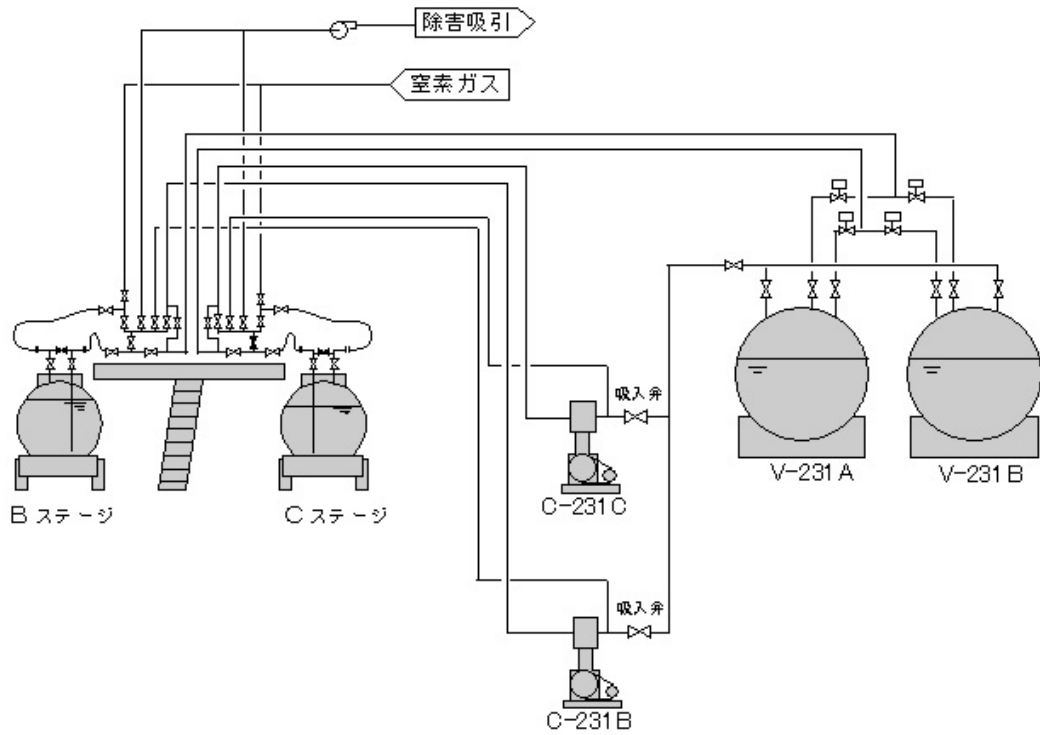
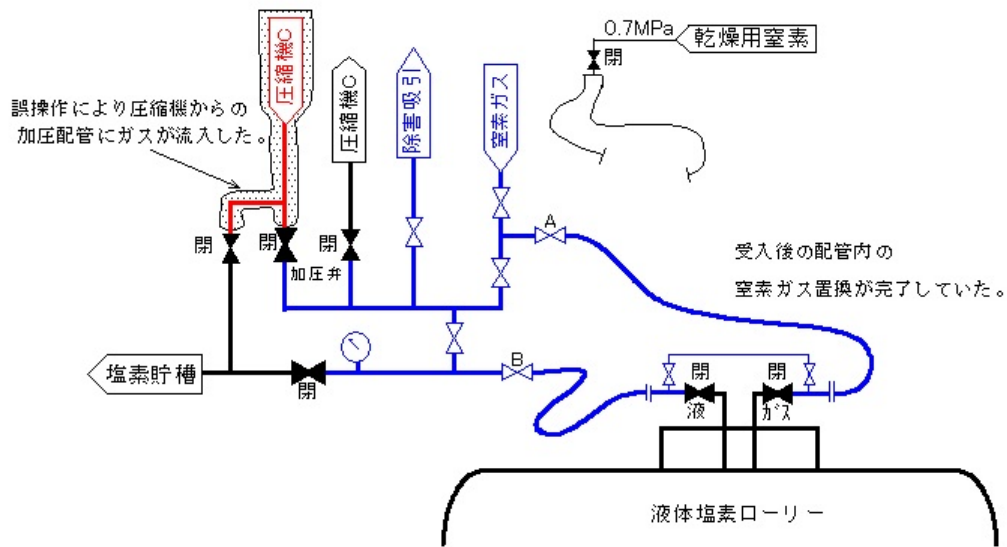
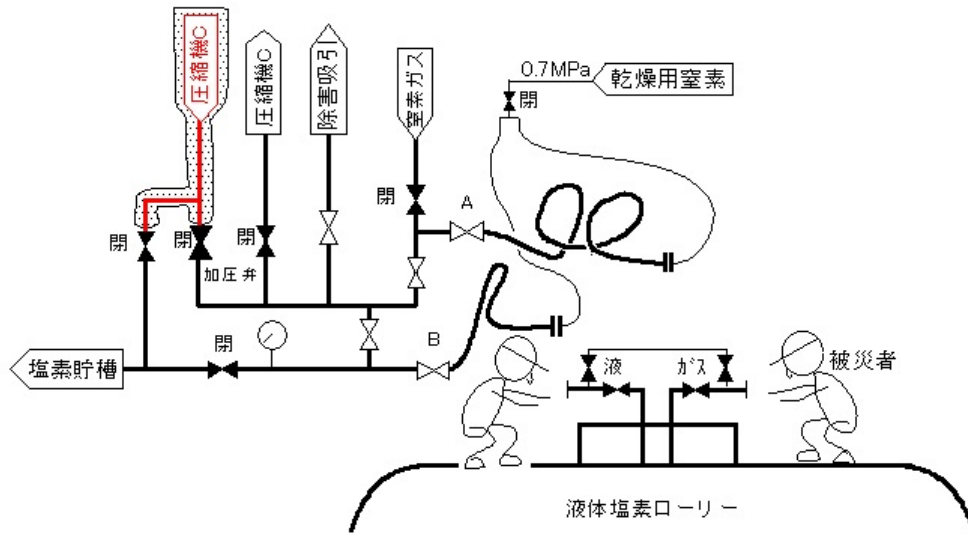
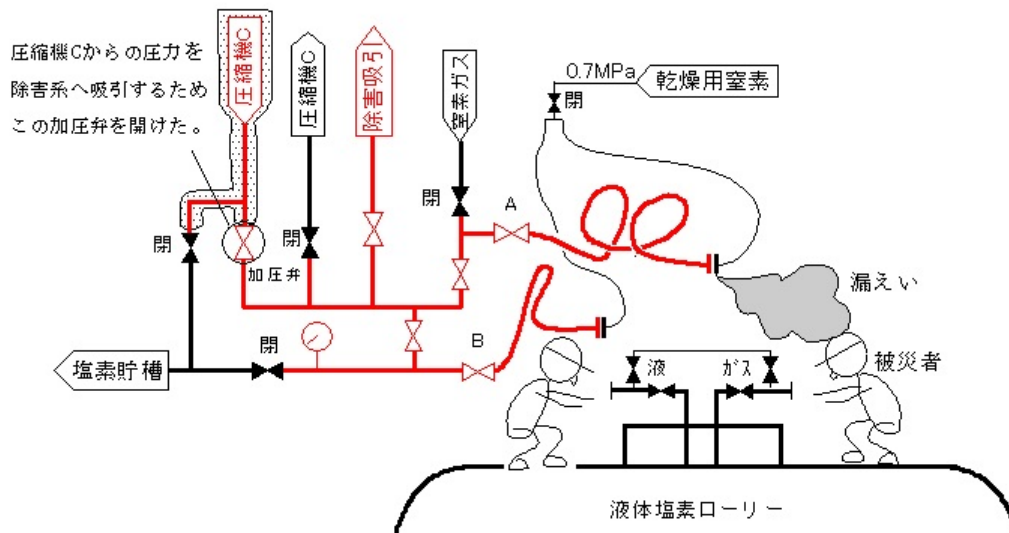

図 1 塩素ローリー受入設備の概要
図 2 圧縮機 C への塩素ガス流入状況(C ステージ)
図3 受入れ導管取り外し後の状況(Cステージ)
図4 漏えい、被災時の状況(Cステージ)
<p>事故の概要</p> <p>当該事業所には液化塩素ローリー受入設備が2箇所(Bステージ、Cステージ)あり、交互に受入れを行っている。Bステージ及びCステージには、それぞれ圧縮機B及び圧縮機Cが接続されている。(図1)</p> <p>事故当日はBステージの受入れを開始するために従業員が圧縮機Bの吸入弁を開ける際、誤って受入れが終了しているCステージ用の圧縮機Cの吸入弁を開けてしまい、圧縮機Cと配管に0.2MPaの塩素ガスが流入した。</p> <p>流入した塩素ガスを除害系へ抜く際、ガス側導管フランジ部より塩素ガスが漏えいし、付近で作業していた輸送会社作業員が塩素ガスを吸引し、被災した。</p> <p>以下に事故時の時系列を示す。</p> <p>12:08 頃 Cステージの液化塩素ローリーの荷下ろしが終了し、次の液化塩素ローリーがBステージに到着した。</p> <p>12:10 頃 従業員がBステージの液化塩素ローリーを加圧して荷下ろしを開始するため、圧縮機Bを起動させた。その際、受け入れ後の脱圧が完了し、停止しているCステージ用の圧縮機Cの吸入弁を誤って開けた。直ぐに吸入弁を閉めたが、圧縮機Cと配管に塩素ガスが流入した。(図2)</p> <p>輸送会社作業員はCステージで荷下ろしが終わっている液化塩素ローリー上で導管を取り外す作業を開始した。液化塩素ローリーから取り外した液側導管とガス側導管の末端には、終業後に窒素ガス乾燥を行うための乾燥用窒素導管のフランジが取り付けられた。(図3)</p> <p>12:13 頃 従業員もCステージに移動し、流入したガスを除害系へ抜くために圧縮機Cの加圧弁を操作したところ、ガス側導管の末端に付けたフランジ部から塩素ガスが漏えいし、Cステージの液化塩素ローリー上で作業していた輸送会社作業員が塩素ガスを吸引した。(図4)</p>
<p>事故発生原因の詳細</p> <p>① 圧縮機起動時の誤操作： Bステージの液化塩素ローリーを加圧するために圧縮機Bを起動するとき、従業員が誤って圧縮機Cの吸入弁を開けたことにより、塩素ガスが流入した。</p> <p>② バルブの操作手順不備： 終業後に窒素乾燥を開始するまでは導管元弁(図4のA及びB)を閉止しておく手順となっていたが、閉止されていなかったため、除害系への脱圧時に導管に塩素ガスが流れた。</p> <p>③ 非定常作業のルール違反： 流入した塩素ガスを除害系へ脱圧する操作は、非定常作業に該当するため、</p>